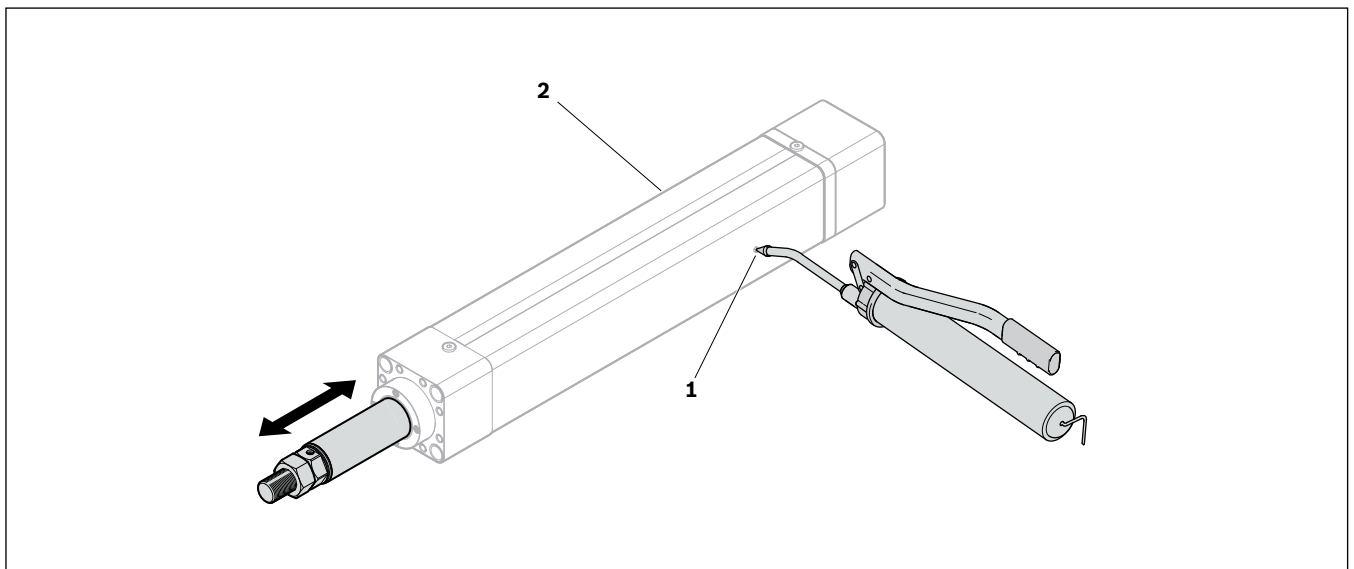

Fig. 34: EMC-HP schmieren
- 3. Den Gewindetrieb über den Schmiernippel **(1)** oder **(2)** fetten ➡ Fig. 34 auf Seite 35. Fettmenge in mehreren Teilmengen einbringen, zwischen den Schmiervorgängen über den gesamten Hub verfahren.